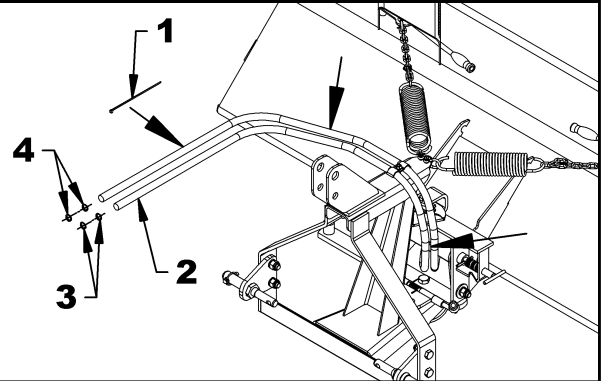

Figure 12A
2. **Figure 12A, B ou C:** À l'aide de 3 attaches de nylon (item 1), fixer ensemble les boyaux (item 2) aux endroits indiqués par les flèches illustrées sur la figure. Les 2 autres attaches de nylon pourront être utilisées pour rouler et fixer ensemble les surplus de boyaux.
4. **Figure 12A, B ou C:** Fixer un anneau d'identification rouge (item 3) sur le connecteur de l'un des boyaux et l'autre anneau d'identification rouge (item 3) sur la prise hydraulique associée de la valve du tracteur. Fixer un anneau d'identification bleu (item 4) sur le connecteur du second boyau et l'autre anneau d'identification bleu (item 4) sur la seconde prise hydraulique de la valve du tracteur.
**NOTE:** Si en actionnant la valve du tracteur le balai ne tourne pas dans la direction voulue, inverser la connexion des boyaux sur la valve et associer en conséquence la couleur des anneaux d'identification (fig.12A-B-C, items 3 et 4).